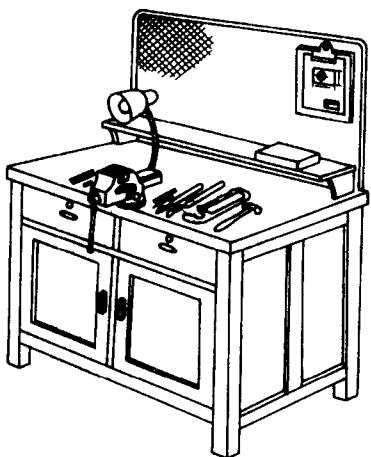

图 1-1-1 钳台
(1) 合理布局主要设备。钳台要放在便于工作和光线适宜的地方，台式钻床和砂轮机一般应安装在场地的边沿，以保证安全。
(2) 使用电动工具时，要有绝缘防护和安全接地措施，发现损坏应及时报告，在未修复前不得使用。使用砂轮时，要戴好防护眼镜。钳台上要有防护网。清除切屑要用刷子，不要直接用手清除或用嘴吹。
(3) 毛坯和加工零件应放在规定位置，要排列整齐、平稳，便于取放，避免碰伤已加工面。
(4) 工量具的安放，应按下列要求布置：
① 为取用方便，右手取用的工量具放在右边，左手取用的工量具放在左边。排列整齐，且不能使其伸到钳台边以外。
② 量具不能与工具或工件混放在一起，应放在量具盒内或专用板架上，如图 1-1-1 所示。精密的工量具更要轻拿轻放。
③ 工具要整齐地放入工具箱内，不应任意堆放，以防受损和取用不便。工量具用后要及时
钳台也称钳工台或钳桌，主要作用是安装台虎钳和放置工量具等(图 1-1-1)。钳台用木材或钢材制成，要求牢固、平稳，其式样可根据具体要求和条件决定。台面一般是长方形，长、宽尺寸由工作需要确定，高度一般以 800~900 mm 为宜，以便安装台虎钳后，使钳口的高度与一般操作者的手肘平齐，使操作方便省力。钳台上应装有防护网。